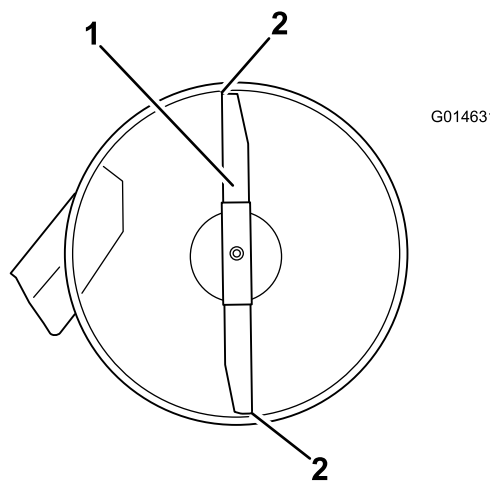

Figura 54
4. Girate con cautela le lame in modo che siano disposte longitudinalmente (Figura 54).
5. Misurate il valore dalla punta della lama anteriore e dalla punta della lama posteriore alla superficie piana (Figura 54).
finché la punta della lama anteriore non è più bassa di 1,6-7,9 mm rispetto a quella posteriore (Figura 54).